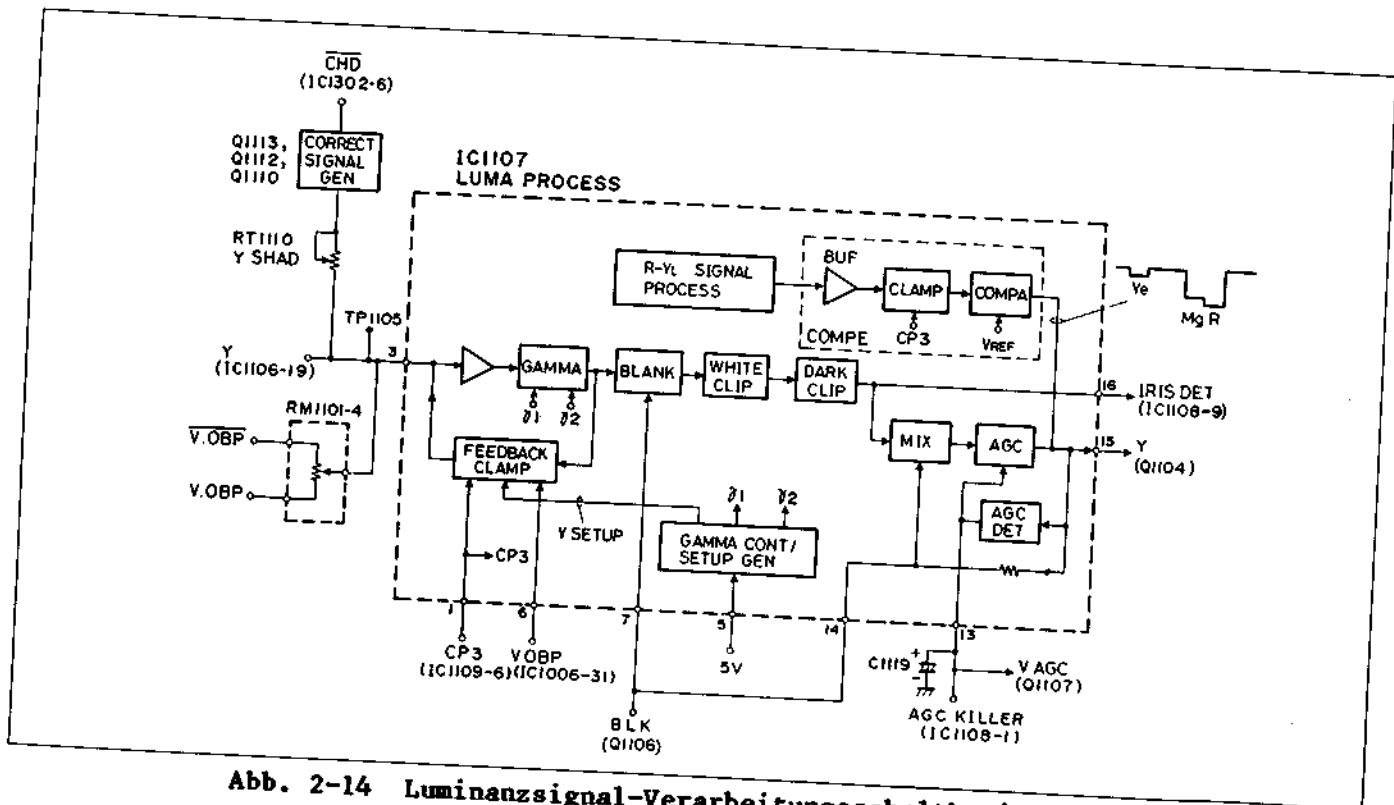

Abb. 2-14 Luminanzsignal-Verarbeitungsschaltkreis
2.5 Luminanzsignal-Verarbeitungsschaltkreis (Abb. 2.14)